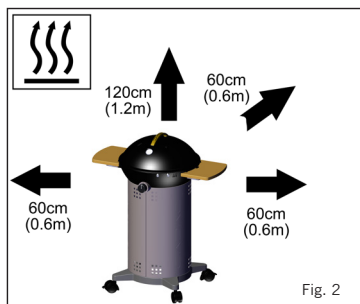

Fig. 2
- Veiller à utiliser l'appareil loin de tout matériau inflammable. Les distances minimales de sécurité sont de 1,2 m au-dessus de l'appareil et de 60 cm à l'arrière et sur les côtés de l'appareil (voir Fig. 2).